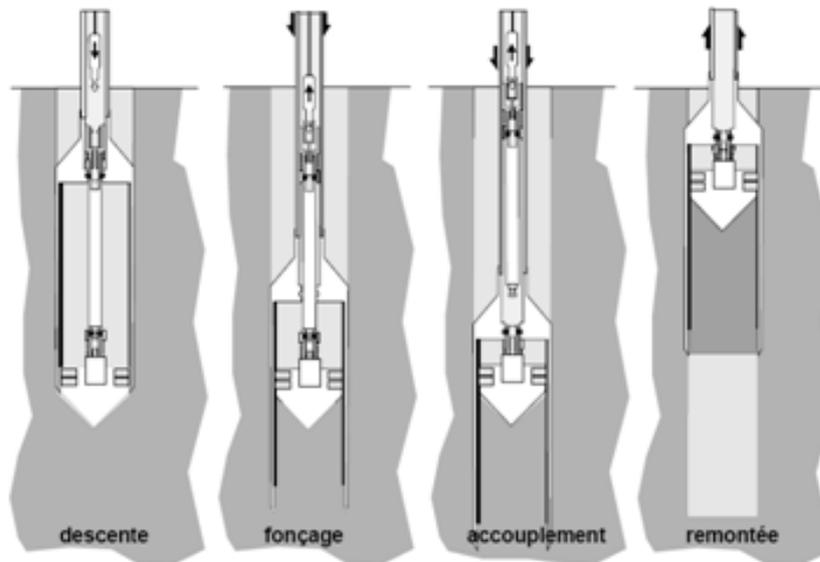

Figure 02 : Étapes du prélèvement d'échantillons avec un carottier à piston stationnaire
- **Carottier à piston stationnaire :** Il s'agit d'un carottier à paroi mince associé à un système de piston qui permet de **prélever des sols très mous**. Le verrouillage du piston commandé depuis la surface par un câble, bloque l'entrée du carottier jusqu'à la cote de début de forage (descente), permet la pénétration de l'échantillon durant la phase de fonçage et assure l'étanchéité pour éviter la chute de la carotte lors de la remontée (Fig. 02).